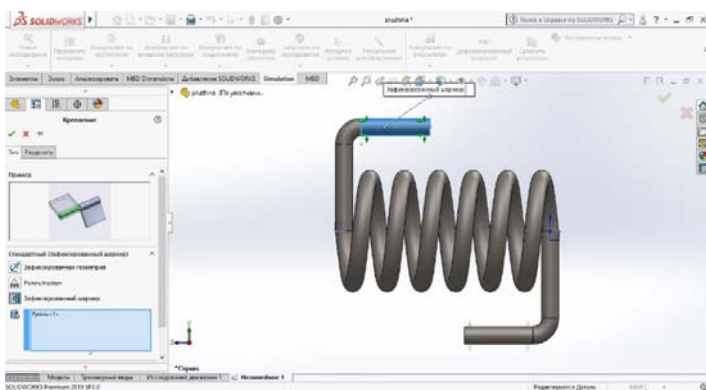

Рис. 4.7. Выбор крепления
7. Назначить тип крепления. В контекстном меню выбрать команду «Консультант по креплениям». В появившемся окне выбрать фиксированный шарнир. Подтвердить выбор нажатием ОК (рис. 4.7).